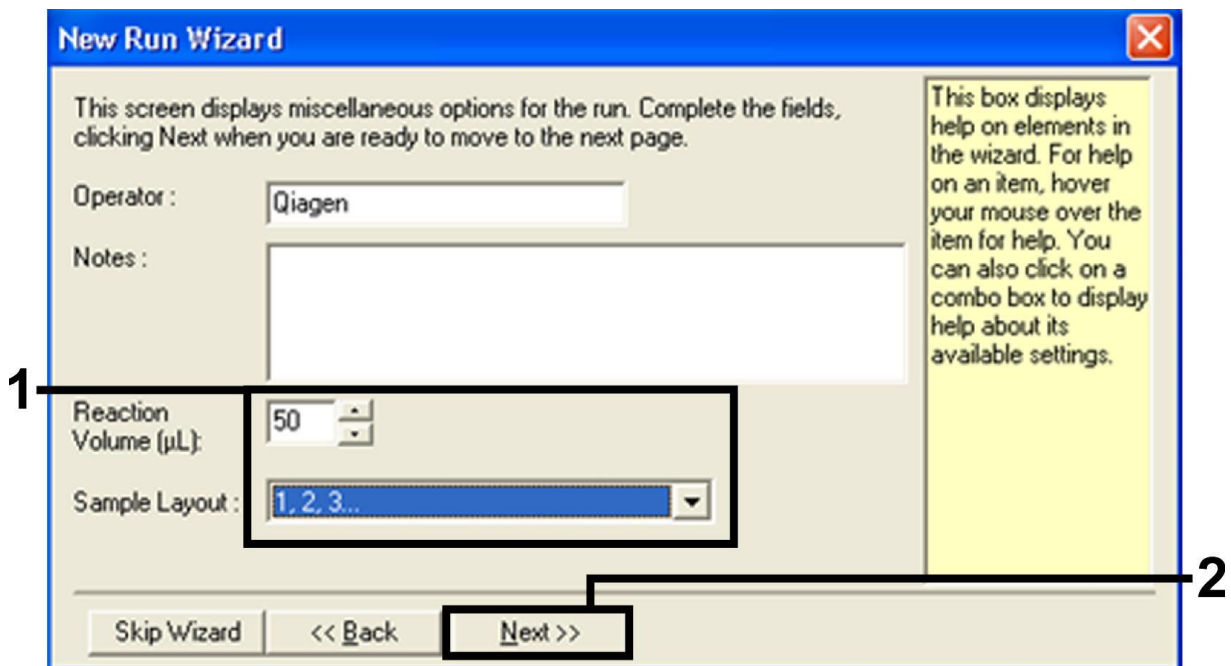

Figura 4. Configuración de los parámetros generales del ensayo.
7. Seleccione 50 en el campo "Reaction Volume ( $\mu\text{L}$ ):" (Volumen de reacción [ $\mu\text{l}$ ]:) y haga clic en "Next" (figura 4).